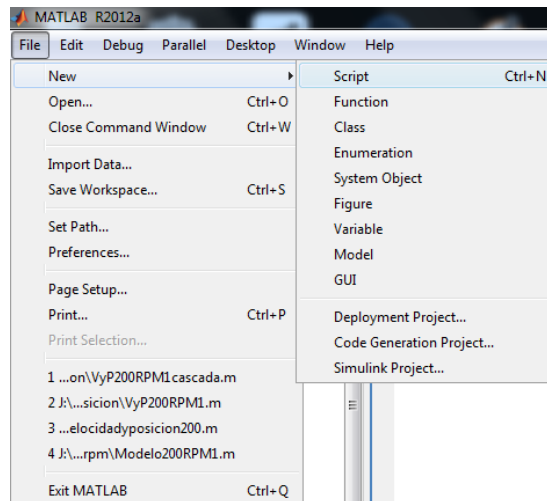

Figura 95. Procedimiento creación nuevo Script.
- En la pantalla principal de Matlab, haga click en *file*, después en *new script* como en la Figura 95. Se abrirá la pantalla *Editor*.